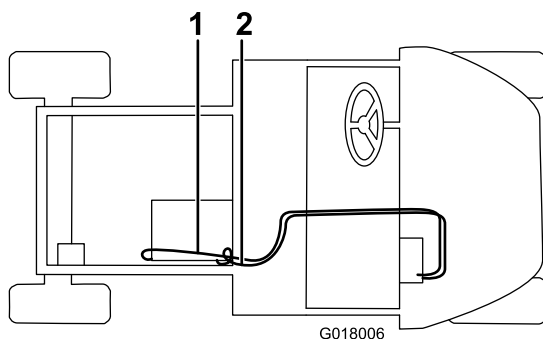

Рисунок 28
помощью шлангового хомута (Рисунок 28). Отрежьте излишнюю часть шланга.
6. Подсоедините короткий шланг к белому заливному тройнику с помощью шлангового хомута, проложите его через R-образный хомут на вещевом ящике, через отверстие в основании сиденья, затем подсоедините его к тройнику в нижнем шланге радиатора с помощью шлангового хомута (Рисунок 28). Отрежьте излишнюю часть шланга.